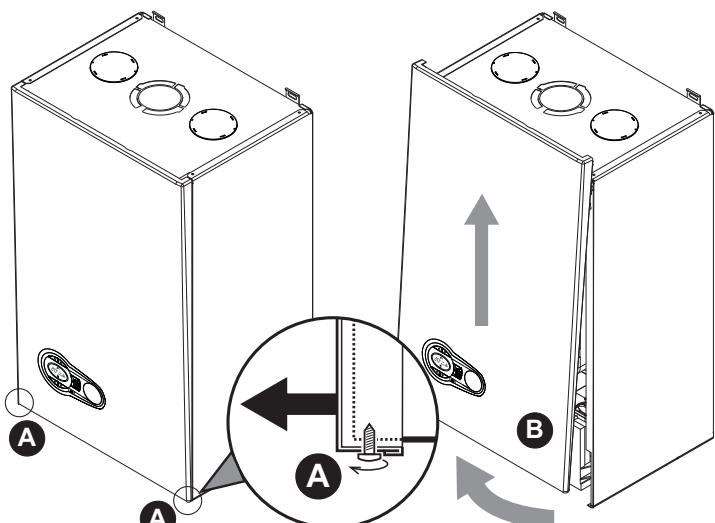

рис. 24 - Открытие передней панели
- Отвинтите не до конца винты **A** (см. рис. 24).